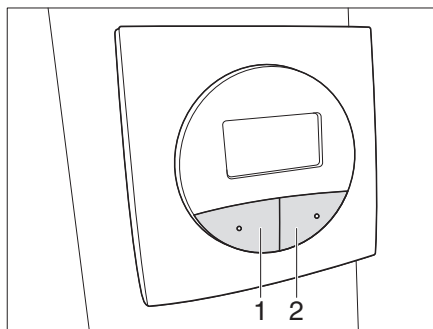

Fig. 41 Pannello di controllo impianto satellitare Teleco
- Premere il tasto SAT (Fig. 41,2) **due volte**.
- Premere il tasto PARK (Fig. 41,1).